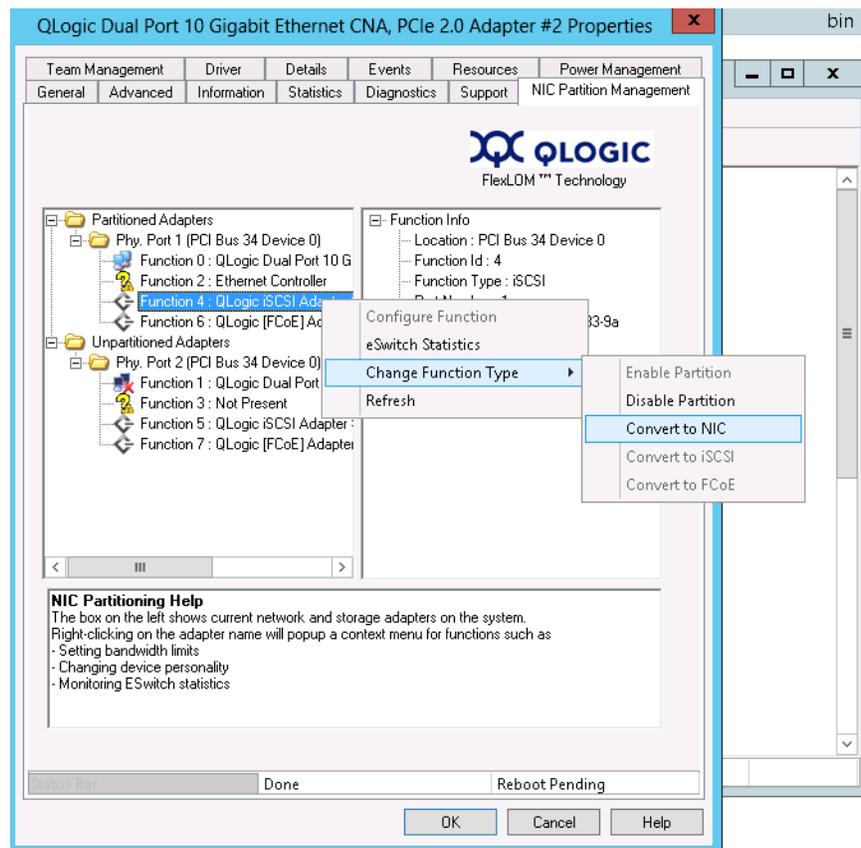

Figure 4-28. Sélectionner Convertir en NIC dans le menu contextuel
3. Dans l'onglet de gestion des partitions NIC, cliquez avec le bouton droit sur l'une des fonctions activées : sélectionnez **Change Function Type** (Changer le type de fonction), puis sélectionnez **Convert to <Protocol>** (Convertir au protocole) dans le menu de raccourci (voir Figure 4-28).